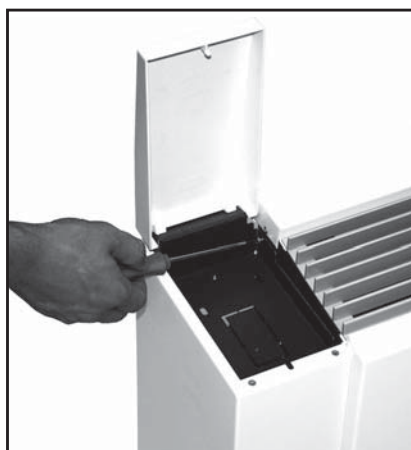

Рис. 12
- С помощью отвертки извлеките винты, фиксирующие боковые панели (рис. 12).